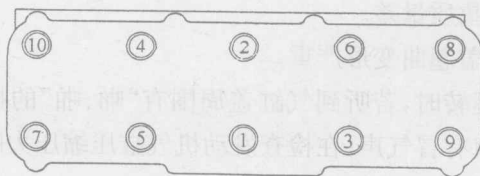

图 1-2 桑塔纳轿车气缸盖螺栓拧紧顺序
- (5) 注意各水、油孔和定位销要对正。
- (6) 按拧紧顺序依次拧紧气缸盖螺栓。桑塔纳气缸盖螺栓拧紧顺序如图 1-2 所示。在紧固缸盖螺栓时, 要分 4 次拧紧, 第 1 次拧紧力矩为 $40\text{N} \cdot \text{m}$; 第 2 次拧紧力矩为 $60\text{N} \cdot \text{m}$; 第 3 次拧紧力矩为 $75\text{N} \cdot \text{m}$; 第 4 次为拧 90° ($1/4$ 圈)。